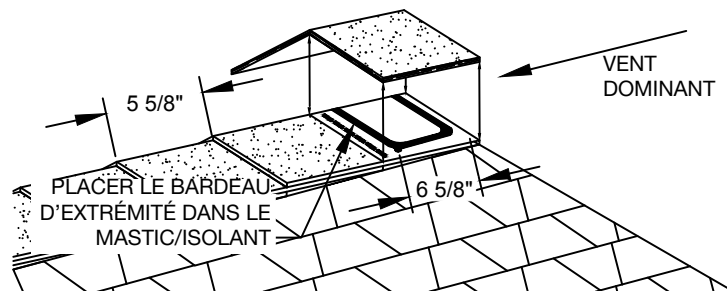

Figure 22 – Pose des bardeaux de la gamme RidgeFlex™ ; Embout fixé dans le mastic
Si l'installation doit faire face à des intempéries (comme les vents forts), les embouts peuvent également être cloués à la surface. Positionner deux (2) clous sur chaque face, à 25 mm (1 po) de chaque extrémité et à 25 mm (1 po) maximum, de chaque côté. Recouvrir les têtes de clous avec une pointe de mastic. (Voir la Figure 22)